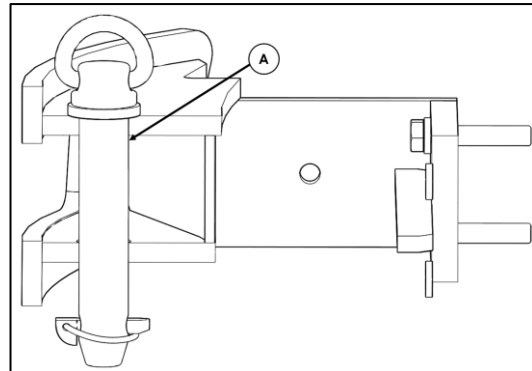

Fig. 128 - POINT D'ANCRAGE
- a. Pour tirer (tracter) le tracteur, vous pouvez utiliser le point d'ancrage (repère A sur la fig. 128) (diam. goupille 30,0 + 1,5/- 0,0 mm).